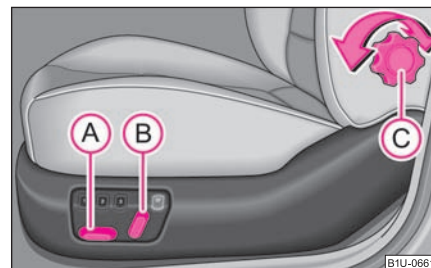

Fig. 55 Vista lateral: Ajustar los elementos de manejo del asiento
- Desplace el interruptor (A) o (B) en la dirección de ajuste deseada ⇒ fig. 55.